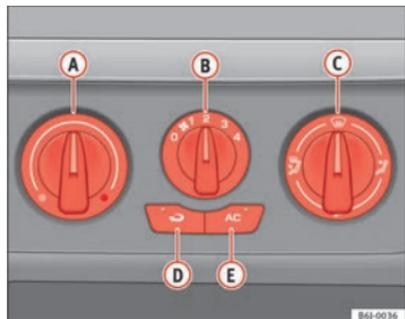

Fig. 93 Mandos del Aire Acondicionado en el tablero de instrumentos
- Desconecte el sistema de refrigeración con la tecla ⇒ fig. 93 **AC** (se apaga el testigo de la tecla).
Con la recirculación de aire en marcha ⇒ fig. 93  (se enciende un testigo en la tecla), se evita que los malos olores del exterior, por ejemplo, al atravesar un túnel o en un atasco, penetren en el habitáculo.